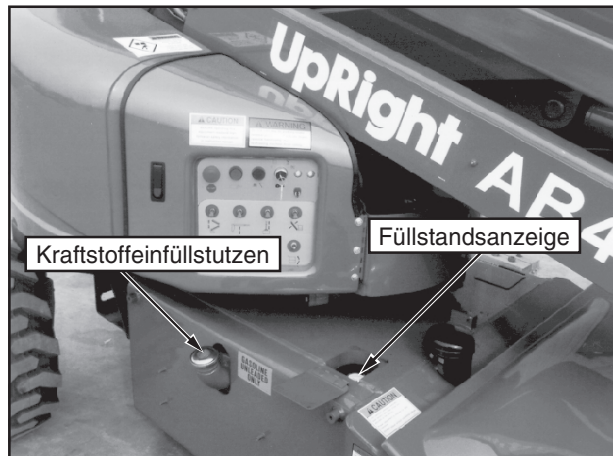

Abbildung 7: Kraftstoffeinfüllstutzen und Füllstandsanzeige
1. Der sich auf der linken Seite des Fahrwerks befindliche Einfüllstutzendeckel ist zu öffnen (siehe Abbildung 7).
3. Kraftstoffstand kontrollieren; dazu die sich oben auf der linken Seite des Fahrwerks befindliche Klappe hochheben (siehe Abbildung 7). Die Gesamtkapazität des Kraftstofftanks beträgt 94 l (25 US Gallonen).
3. Der sich rechts oben am Fahrwerk befindliche Einfüllstutzendeckel ist zu öffnen (siehe Abbildung 7).